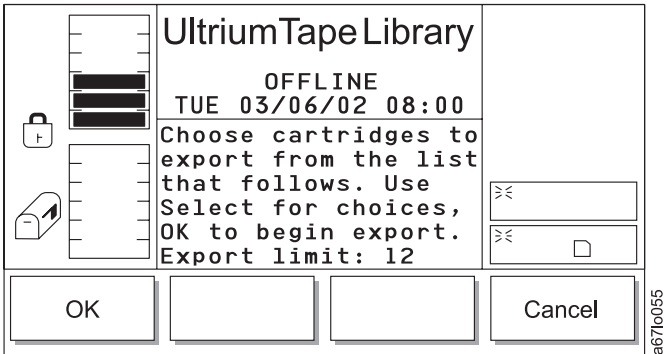

Abbildung 129. Exportdialog
- Wird **Export** ausgewählt, erscheint der Exportdialog (siehe Abb. 129 auf Seite 145).
Tabelle 78. Übersetzung von Abb. 129, Exportdialog